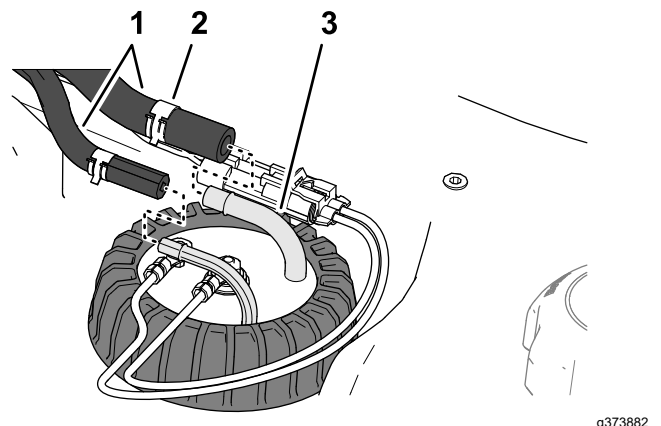

Figura 128
5. Conecte la manguera a los acoplamientos del sensor de combustible, y sujete las mangueras a los acoplamientos con las abrazaderas (Figura 128).